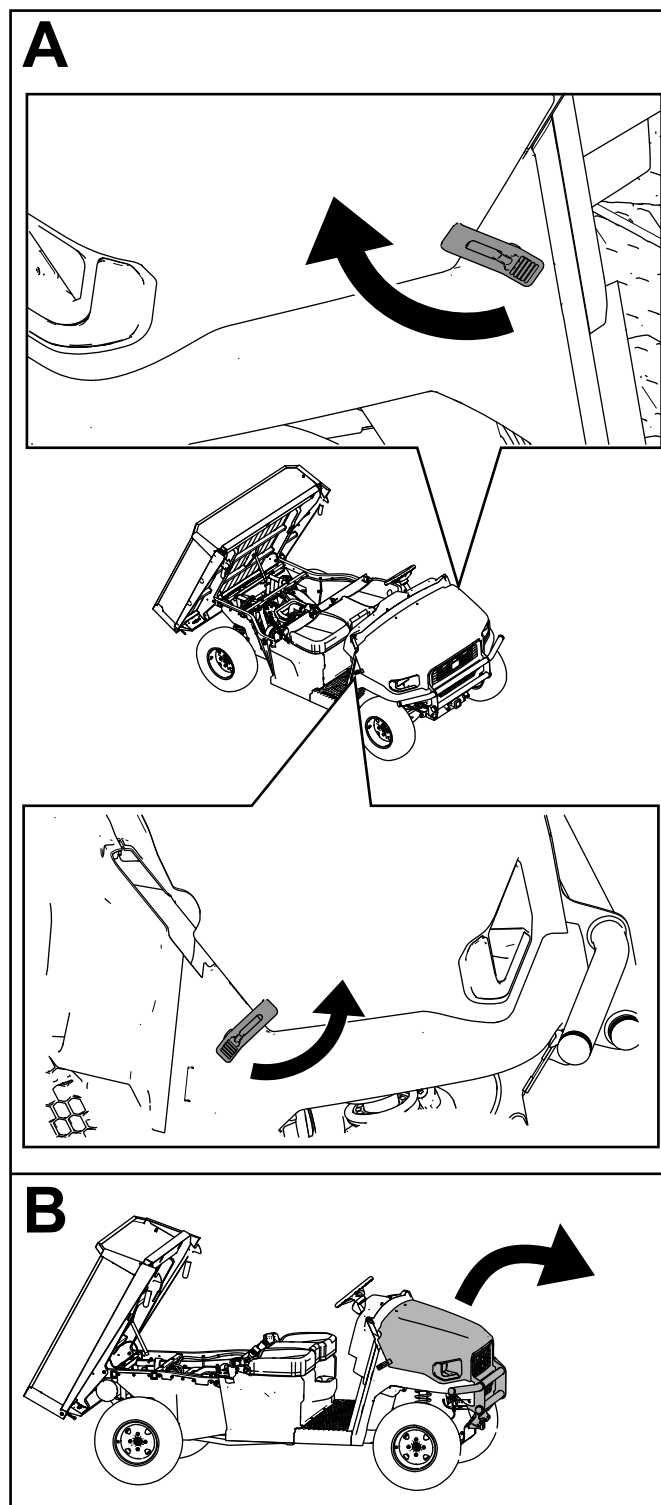

Bild 8
2. Öffnen Sie die Haube (**Bild 8**).